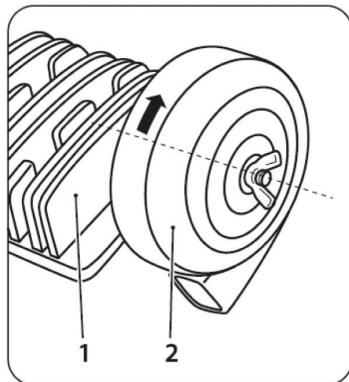

Рис. 4
4. Установите на каждый поршневой блок (1) воздушный фильтр (2). (Рис. 4)